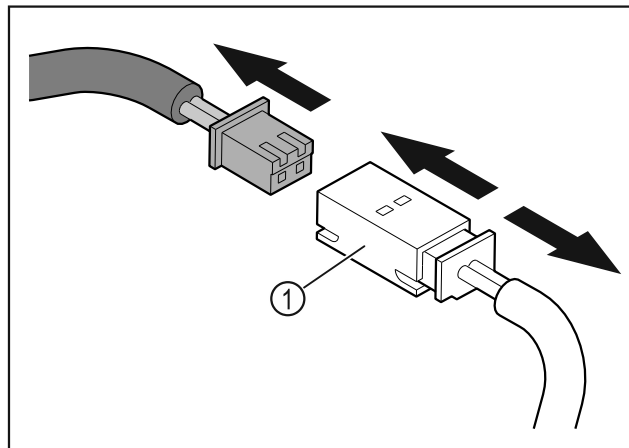

Fig. 13
- Разъедините штекерное соединение Fig. 13 (1).